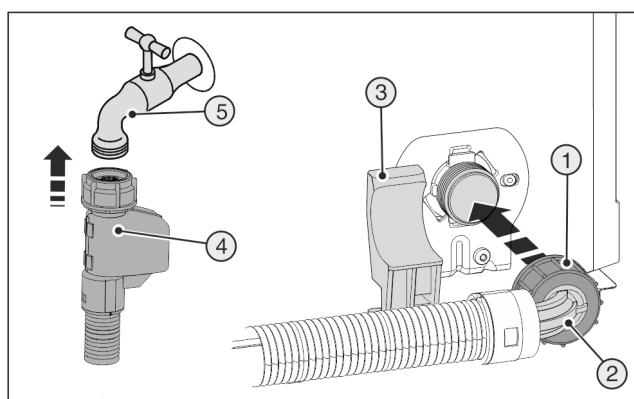

Fig. 22
- ▶ Slut den lige slangeende til Fig. 22 (4) på stophanen Fig. 22 (5).